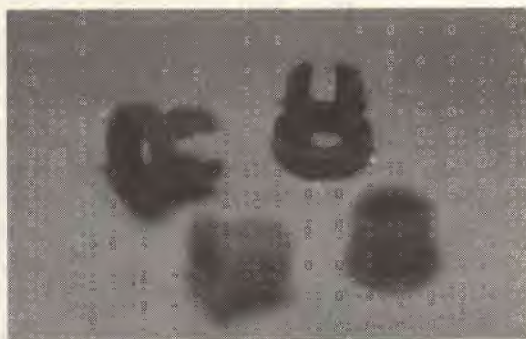

figura 3 - I due tipi di isolatori per il dipolo.
2) Si taglia un tubetto di alluminio di  $\varnothing$  esterno 6 mm lungo 322 mm e lo si fissa come in figura 2, isolandolo dal boom con le boccoline di figura 3. Come si vede, le boccoline sono di due tipi a scelta: quelle più scure, si trovano dai costruttori di infissi di alluminio, le più chiare (sfocate!), sono la parte terminale dei tasselli ad espansione in plastica, modello Friulsider  $\varnothing 8$  mm. Una vite passante  $\varnothing 4$  mm (indicata con una freccia in fig. 2), possibilmente inox, blocca il dipolo e fornisce all'esterno il centro elettrico del dipolo su un terminale a saldare (punto P).